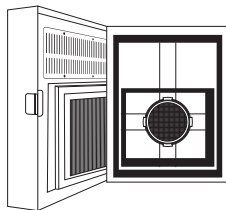

Рис. 17.
2. Откройте лицевую крышку прибора (рис. 17).